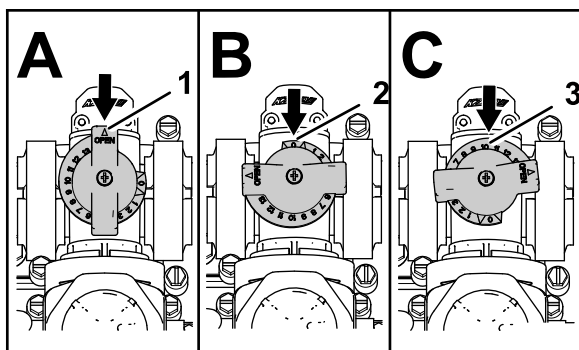

Figura 87
- A válvula de derivação da agitação está na posição totalmente Aberta, como se mostra na Figura 87 A.